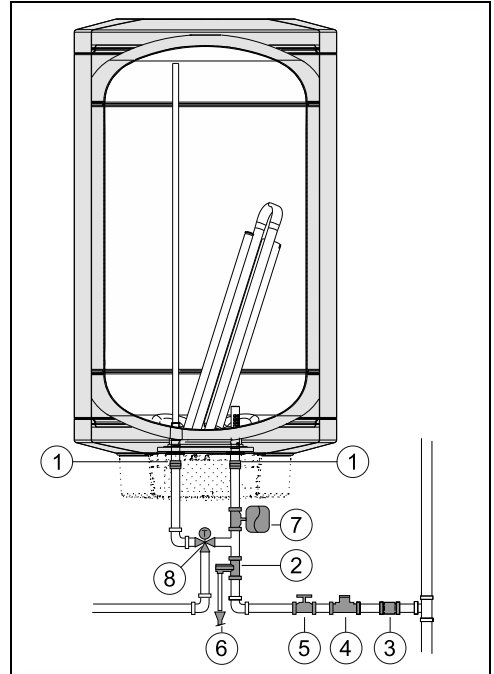

Fig. 11 Toma de agua
- ▶ instalar una válvula de reducción de presión (Fig. 11, [4]). La válvula de seguridad se activará siempre que la presión del agua en el aparato sea superior a 8 bar ($\pm 0,5$ bar), en este caso deberá existir la posibilidad de desviar el agua.
- ▶ instalar un vaso de expansión (Fig. 11, [7]) para evitar que la válvula de seguridad se abra con tanta frecuencia. El volumen del vaso de expansión debe ser equivalente al 5% del volumen del dispositivo.